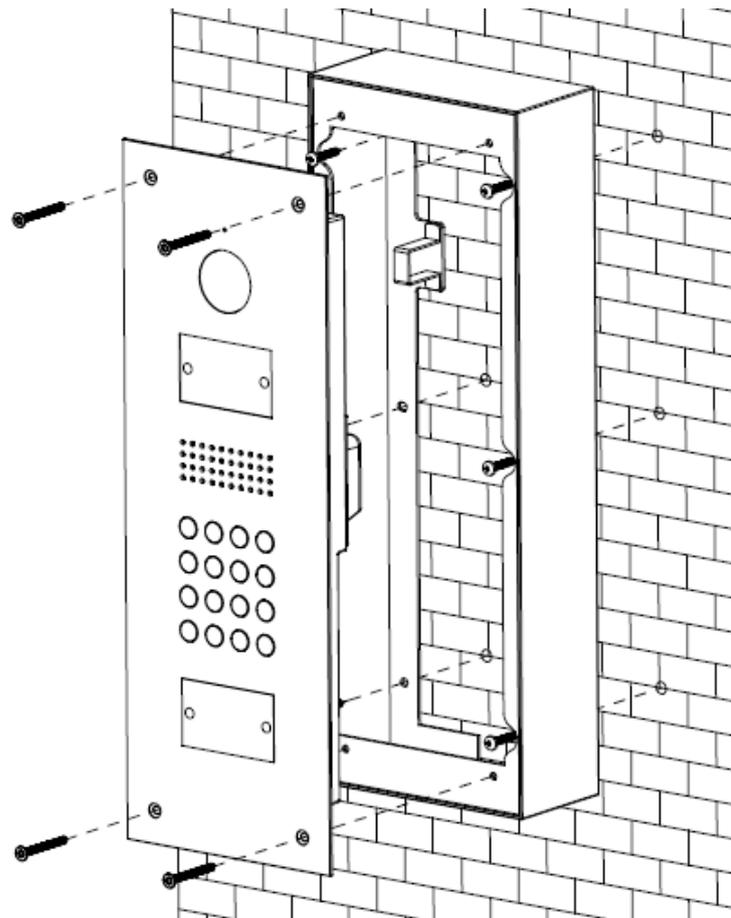

Figure 5-1
- Référez-vous aux trous du boîtier d'installation pour percer six trous dans le mur et insérer les chevilles. Voir Figure 5-1.